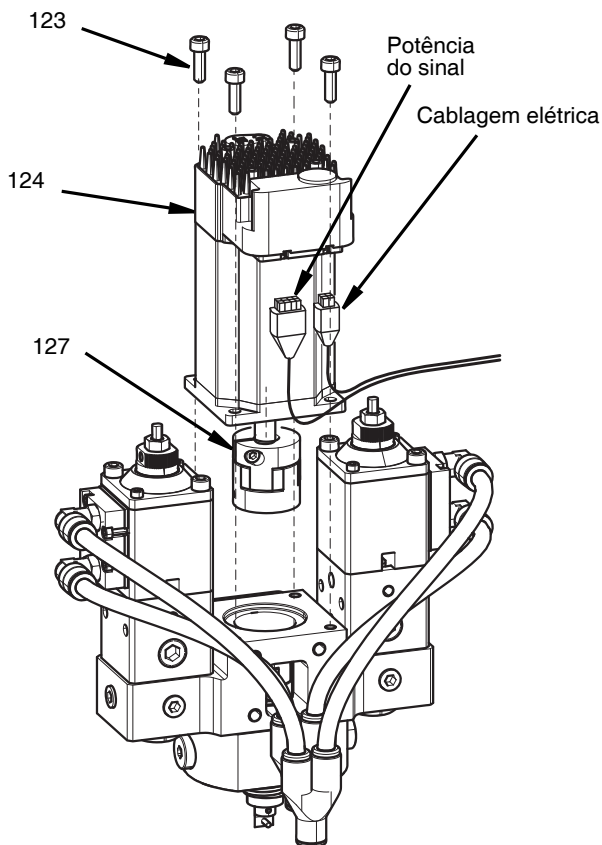

FIG. 35
5. Retire os quatro parafusos M5 x 16 (123) com uma chave sextava de 4 mm.
6. Remova o motor (124). Consulte a FIG. 35,